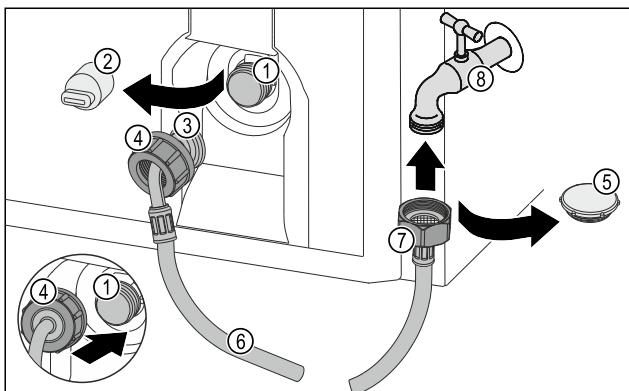

Fig. 27
- Verschlusskappe Fig. 27 (5) entfernen.
- Gerades Schlauchende Fig. 27 (7) am Wasserhahn Fig. 27 (8) ansetzen.
- Mutter am geraden Schlauchende Fig. 27 (7) im Uhrzeigersinn festziehen.